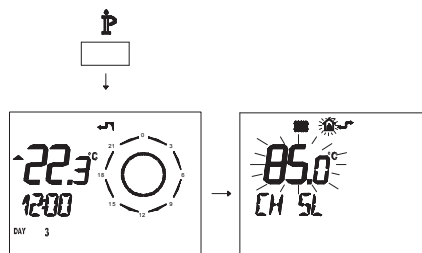

Figura 5.63
- Premere per più di 3 secondi il pulsante  per entrare in modalità **INFO** (Figura 5.63).